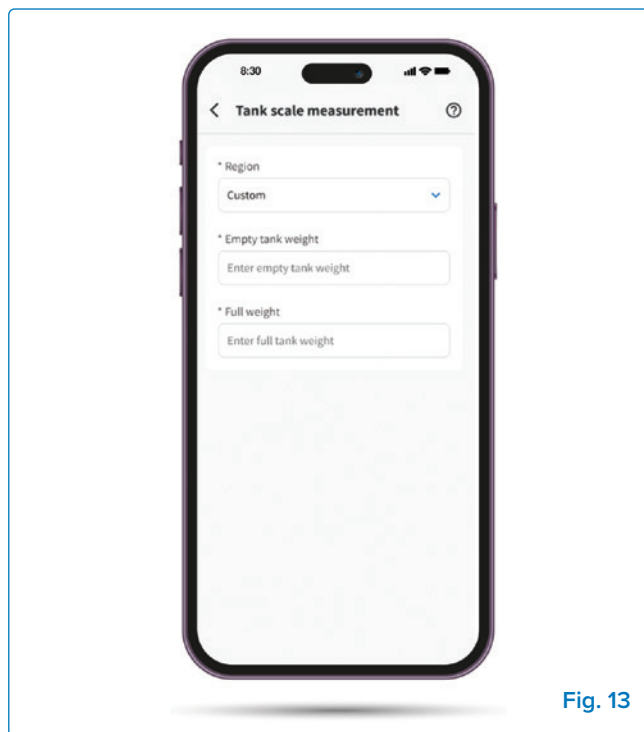

Fig. 13
- » **Brugerdefineret flaske (valgfrit):** Indtast vægten af en tom og fuld flaske for nøjagtig overvågning (**Fig. 13**).